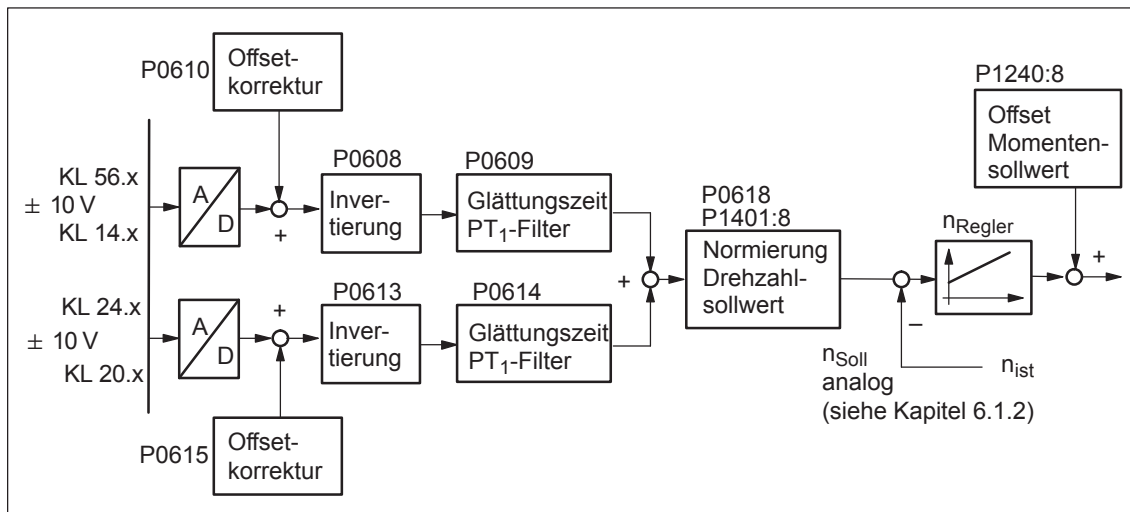

Bild 6-62 Drehzahl geregelter Betrieb über KL 56.x/14.x und/oder KL 24.x/20.x
**$n_{\text{Soll}}$ -Betrieb über KL 56.x/14.x und/oder KL 24.x /20.x** Die Spannung für den Drehzahlsollwert ist abhängig von der Parametrierung der Analogeingänge und kann sich aus der Spannung an KL 56.x/14.x und/oder KL 24.x/20.x sowie der entsprechenden Offsetkorrekturen und Invertierungen zusammensetzen (siehe Bild 6-62).